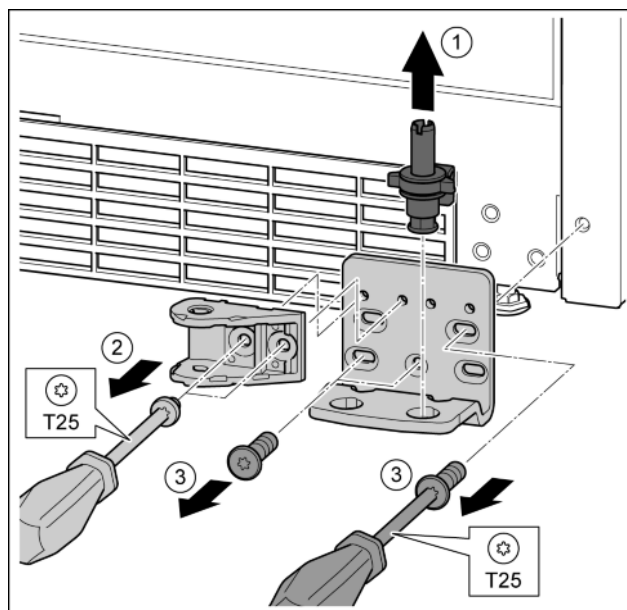

Fig. 30
- Kompletną płytkę zawiasu wyjąć w górę. Fig. 30 (1)
- Śruby wykręcić przy pomocy śrubokręta T25 i zdjąć połączenie amortyzatora zamykania. Fig. 30 (2)
- Śruby wykręcić przy pomocy śrubokręta T25 i zdjąć płytkę zawiasu. Fig. 30 (3)